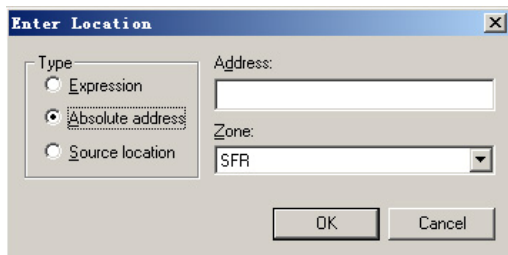

图 3-15 Enter Location 对话框 2
(2) Absolute address 如图 3-15 所示。在 Adress 中填写程序或者变量的地址来设置断点。对于 C 语言的调试来说，这种方式不方便，所以一般不使用。